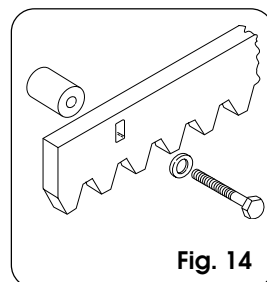

Fig. 14
4.4.2. CRÉMAILLÈRE A VISSER EN ACIER (Fig. 14)